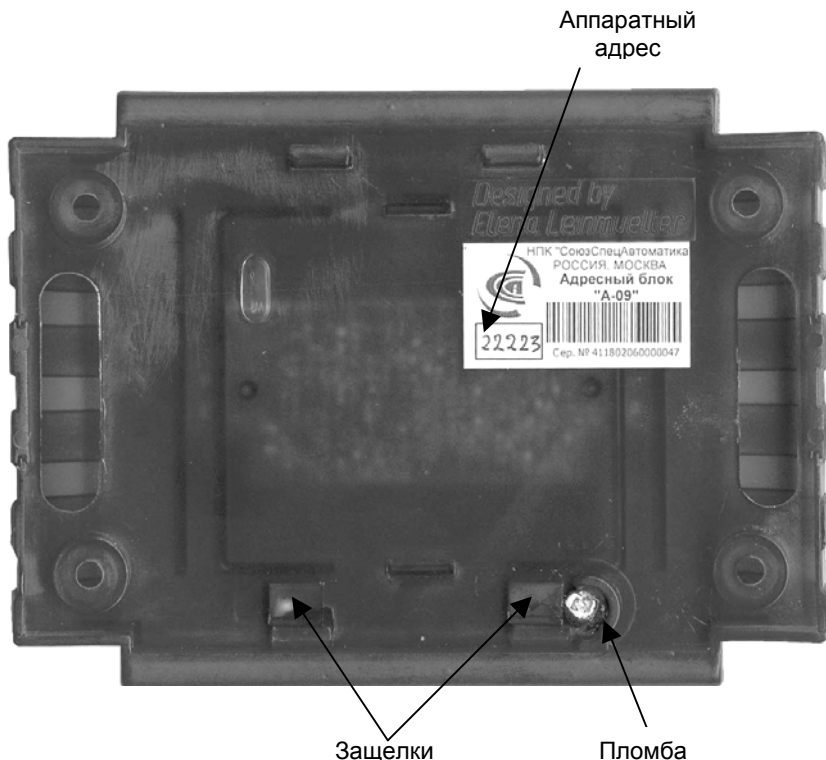

Рисунок 7 – Адресный блок «КОДОС А-09»
**ВНИМАНИЕ!** Для предотвращения случайного открытия кожуха и последующего разрушения пломбы, не следует вынимать предохранительные защелки, расположенные с обратной стороны кожуха (рисунок 7). Разрушение пломбы ведет к снятию с гарантии.
При настройке прибора «КОДОС А-20» адресный блок «КОДОС А-09» должен быть включен в список опроса адресных блоков. При этом требуется указать его аппаратный адрес, который (в десятичной кодировке) приведен на наклейке, расположенной на обратной стороне корпуса блока (см. рисунок 7).